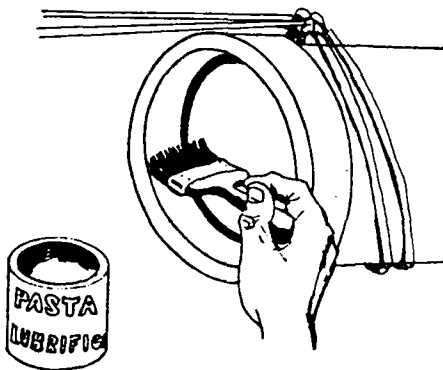

FIG. 8
6.º Passo — Lubrifique o anel de borracha e a ponta do tubo. (fig. 8).